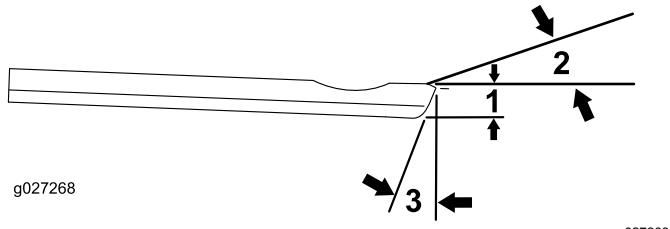

Figure 25
**Angles de meulage supérieur et avant de contre-lame recommandés (Figure 25)**